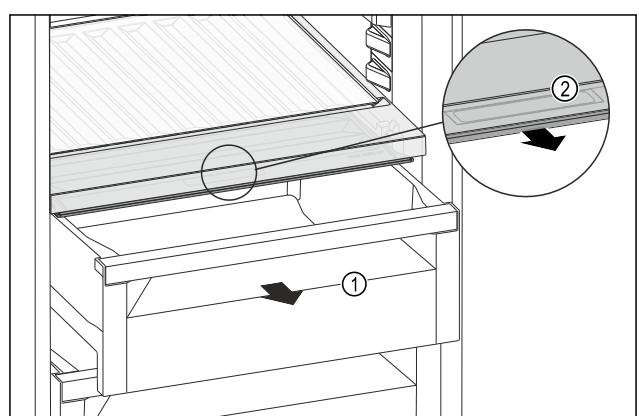

Fig. 123
- Schubfach Fig. 123 (1) herausziehen.
- Griffmulde Fig. 123 (2) am Fachdeckel anfassen und Fachdeckel gleichzeitig nach vorne ziehen.